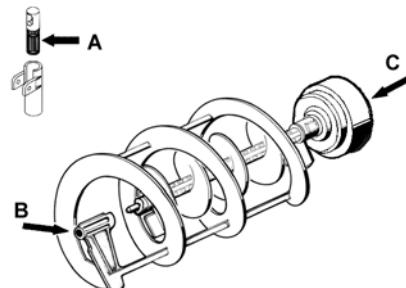

figura 11
- 2 Lubrificare il pistone rubinetto, il raschiatore interno e quello esterno (nei punti A, B e C indicati in figura 11) utilizzando esclusivamente il grasso fornito dal fabbricante o altro **grasso per uso alimentare**.